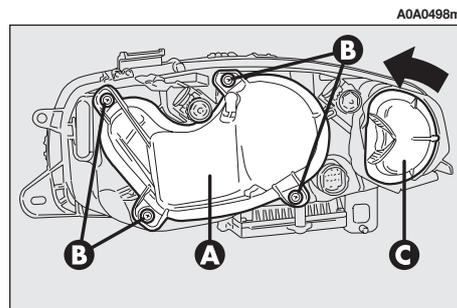

fig. 22b
Per sostituire le lampade delle luci di posizione, anabbaglianti ed abbaglianti è necessario rimuovere il coperchio (A-fig. 22b) svitando le viti di ritegno (B).